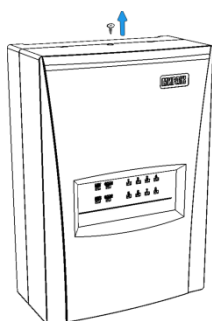
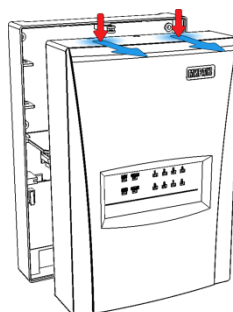
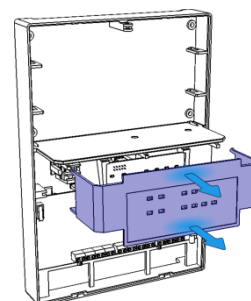

Рисунок 6.1 — Демонтаж корпуса контроллера (шаг 1)
Рисунок 6.2 — Демонтаж корпуса контроллера (шаг 2)
Рисунок 6.3 — Демонтаж корпуса контроллера (шаг 3)
- 1) Снимите крышку контроллера. Для этого сначала выкрутите винт (см. рисунок 6.1), затем нажмите на защелки и отсоедините от основания крышку контроллера (см. рисунок 6.2), а затем отсоедините крышку панели индикации (см. рисунок 6.3).